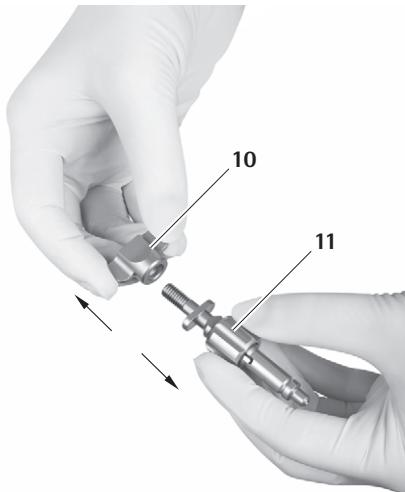

Fig. 17
- ▶ Svitare il dado ad alette **10** dell'adattatore braccio di tenuta **11**, vedere Fig. 17.